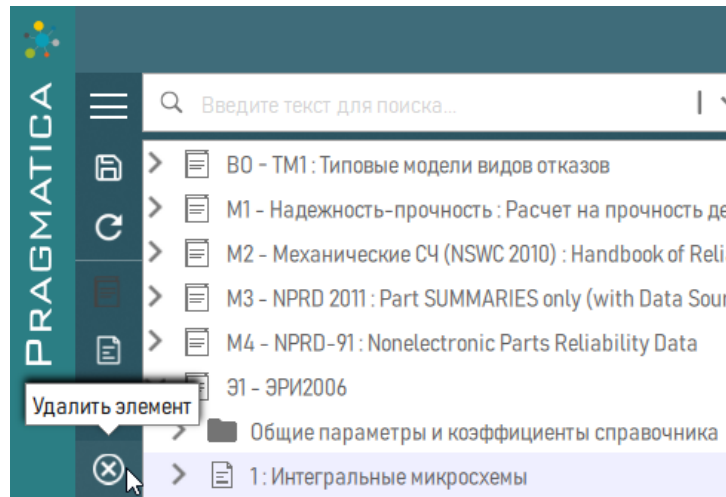

Рисунок 68 – Выбор «Удалить элемент»
1) Выбрать элемент справочника, например, раздел, папку или справочник. В секции рабочей панели нажать кнопку  «Удалить элемент» (рисунок 68).